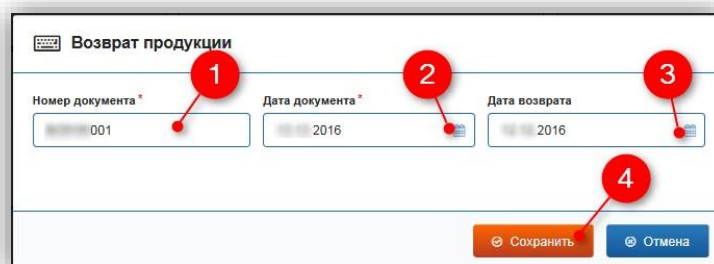

Рисунок 124 – Реквизиты документа
- В появившемся окне «Возврат продукции» заполните реквизиты документа о возврате и нажмите кнопку «Сохранить» (рис. 124).